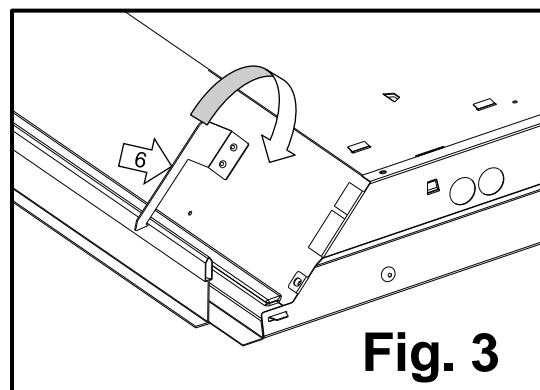

Fig. 3
6. À partir du au-dessus du plafond, attacher luminaire la barre en T par pliage **clips à barre en T** (n° 6) dans les quatre coins de luminaire [Fig. 3].
8. Retirer la **plaque d'accès** (n° 7) et de localiser les **fils d'alimentation du luminaire** (1 noir et 1 blanc) [Fig. 3 & 4].